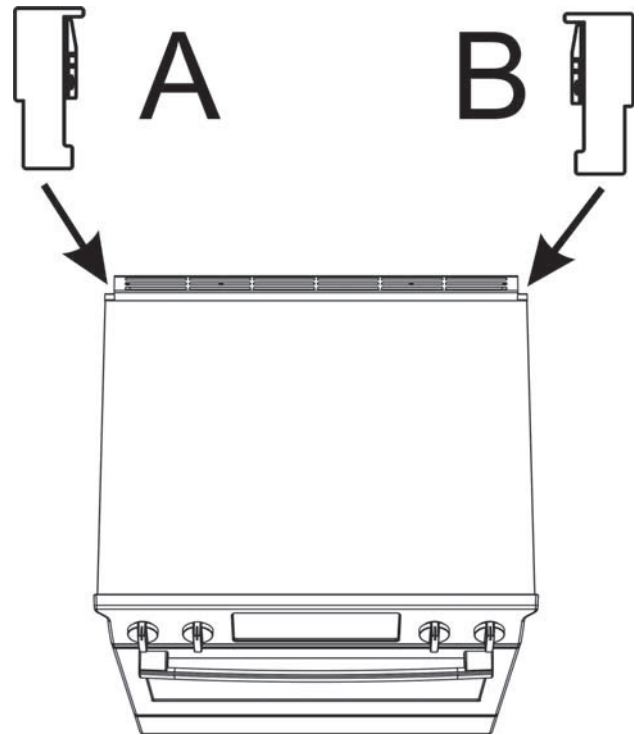
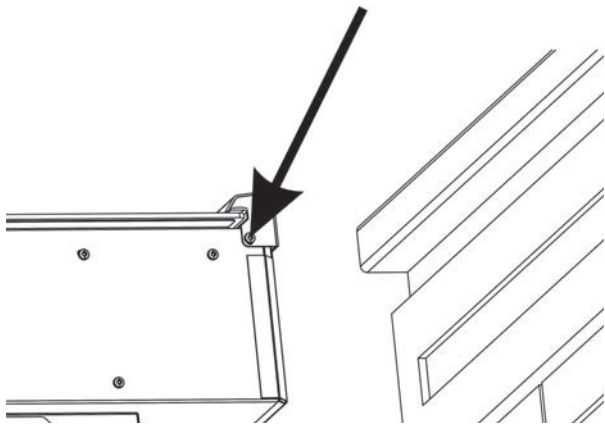

Figure 1 : Identifiez les cache-coins droit et gauche, vue de dessus de la cuisinière
Figure 2 : Emplacement des vis latérales de la garniture arrière, côté arrière droit de la cuisinière
Si la cuisinière est déjà installée, peut-on la faire glisser suffisamment vers l'avant pour pouvoir accéder aux vis latérales de la garniture arrière ? Voir Figure 1 : Identifiez les cache-coins droit et gauche, vue de dessus de la cuisinière et Figure 2 : Emplacement des vis latérales de la garniture arrière, côté arrière droit de la cuisinière.
2. Identifiez le cache-coin qui doit être fixé à gauche (A) et à droite (B) à l'arrière de la cuisinière. Voir Figure 1.
3. Faites glisser la cuisinière suffisamment vers l'avant pour pouvoir accéder aux vis de montage latérales de la garniture arrière (voir Figure 2 : Emplacement des vis latérales de la garniture arrière, côté arrière droit de la cuisinière). Lisez l'*Avis relatif à la bonne technique de manutention* dans la section sur la sécurité du présent manuel.
4. Retirez uniquement les deux vis latérales qui maintiennent la garniture arrière (une de chaque côté) (voir Figure 2 : Emplacement des vis latérales de la garniture arrière, côté arrière droit de la cuisinière). Conservez ces vis pour fixer les cache-coins. Si aucune vis ne se trouve à ces emplacements, vous les trouverez dans le nécessaire fourni à cet effet.